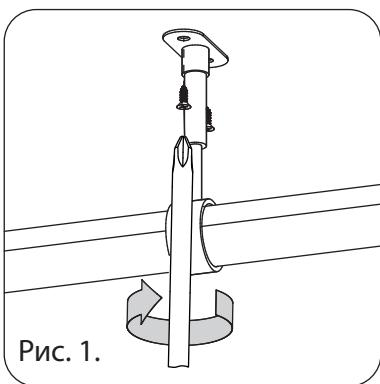

Рис. 1.
1. При длинне штанги более 900 мм, устанавливается «сквозной штангодержатель» (см. рис. 1).